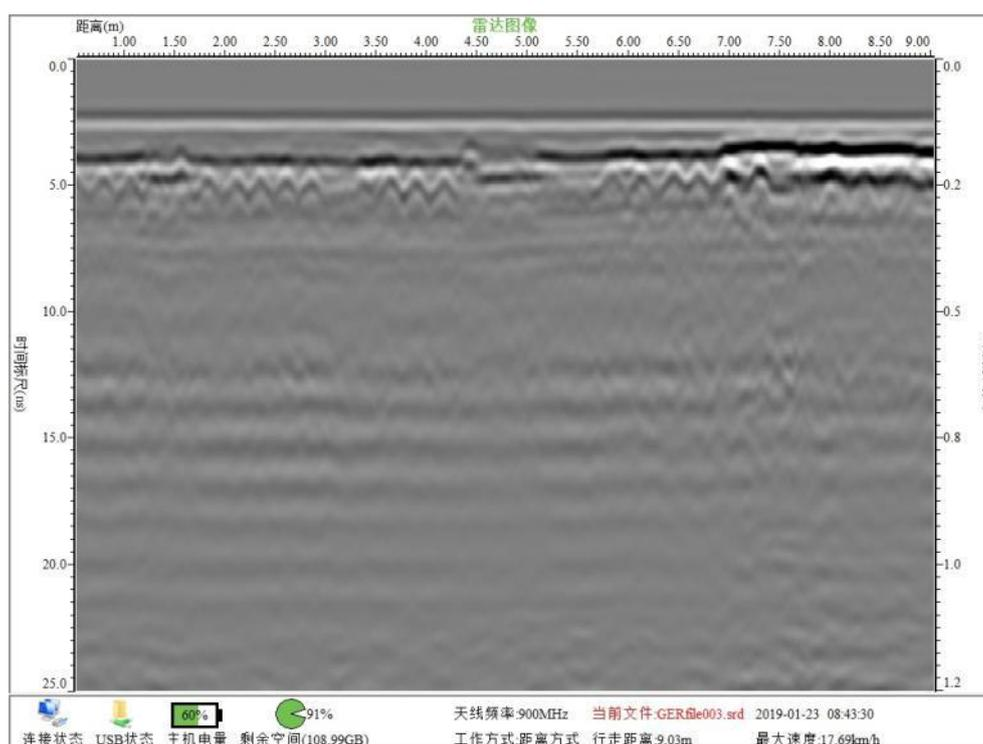

图 25 二维数据显示窗口
如图 25 所示，二维图像显示窗口的左侧为时间标尺与时窗相对应，右侧为深度标尺与深度范围相对应，顶部在时间模式下为记录道的数量，在距离模式下为水平距离，中间部分由水平距离或记录道数量与垂直深度或双程走时组成的二维数据剖面图。在保存数据和回放数据时该窗口自动进入全屏状态。
(1) **连接状态**：天线与主机的连接状态，当主机与天线连接正常时其图标如图 25 所示，当天线与主机连接异常或未连接时显示图标为  连接状态。